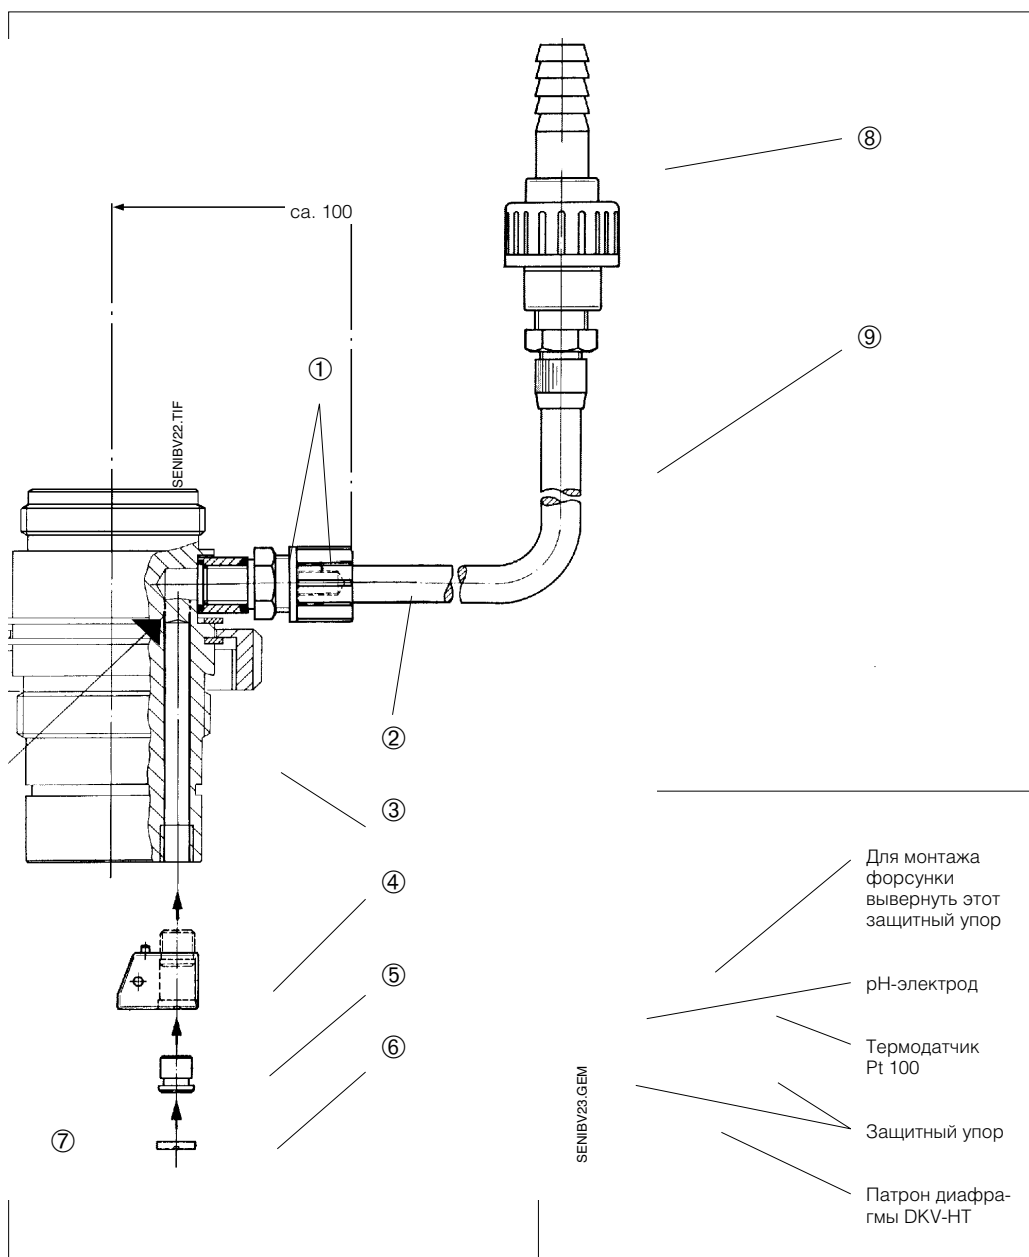

Рис. 23: Место установки CPR 3 (справа)
- Отверните защитный упор (рис. 23).